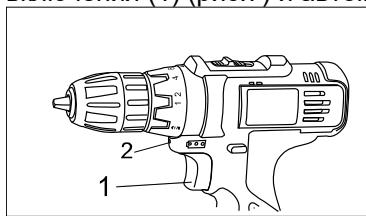

рис.7
Встроенная подсветка (2) включается автоматически при нажатии кнопки включения (1) (рис.7) и автоматически выключается при ее отпусканье.